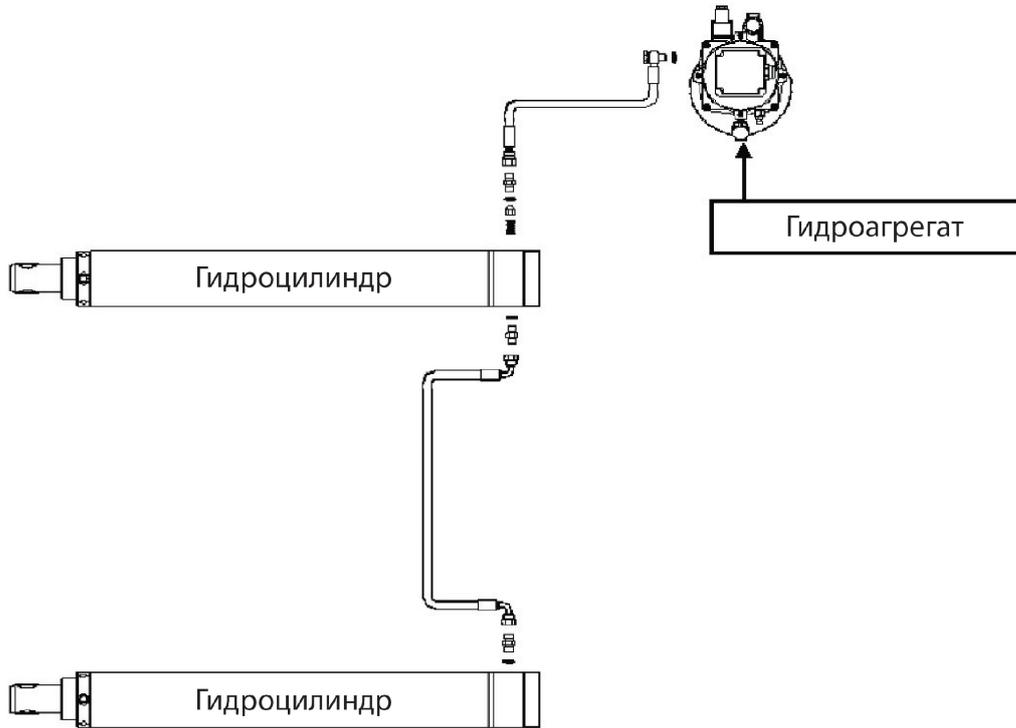

Рис. 5
- Подключите гидравлические шланги, как показано на рис. 5